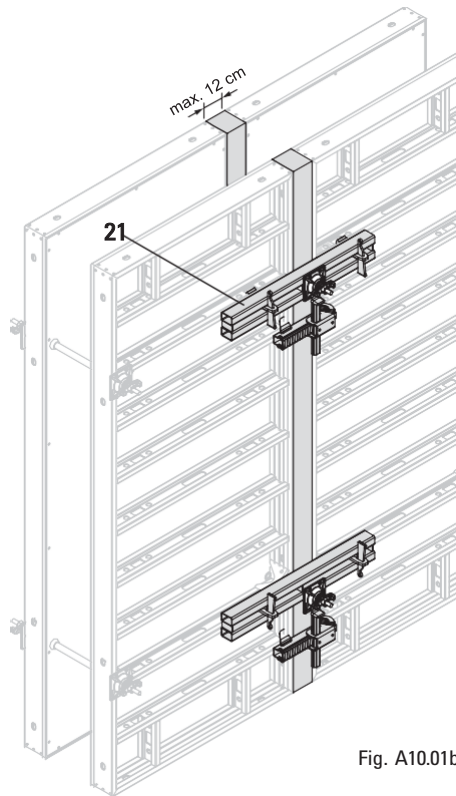

Fig. A10.01b
- Греди ≤ 12 cm с направляваща скоба DRS и изравняващ ригел DAR 80 (21) (Fig. A10.01b)
- Подредете направл. скоби DRS (20) като за стандартни елементи